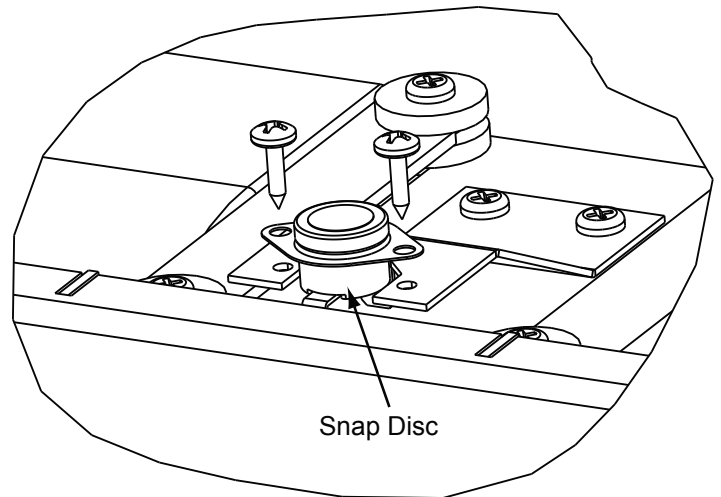

Figure 26.4
3. Tirez le disque d'arrêt et les connexions à cosses rectangulaires vers le haut pour les sortir du support comme illustré à la **Figure 26.4**.